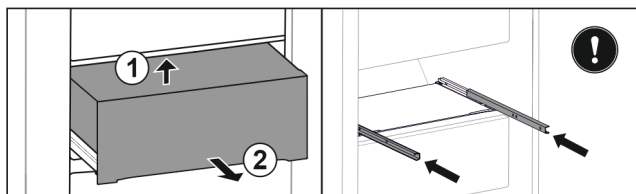

Fig. 99
- ▶ Løft skuffen bagtil nedefra. Fig. 99 (1)
- ▶ Tag skuffen ud fremefter. Fig. 99 (2)